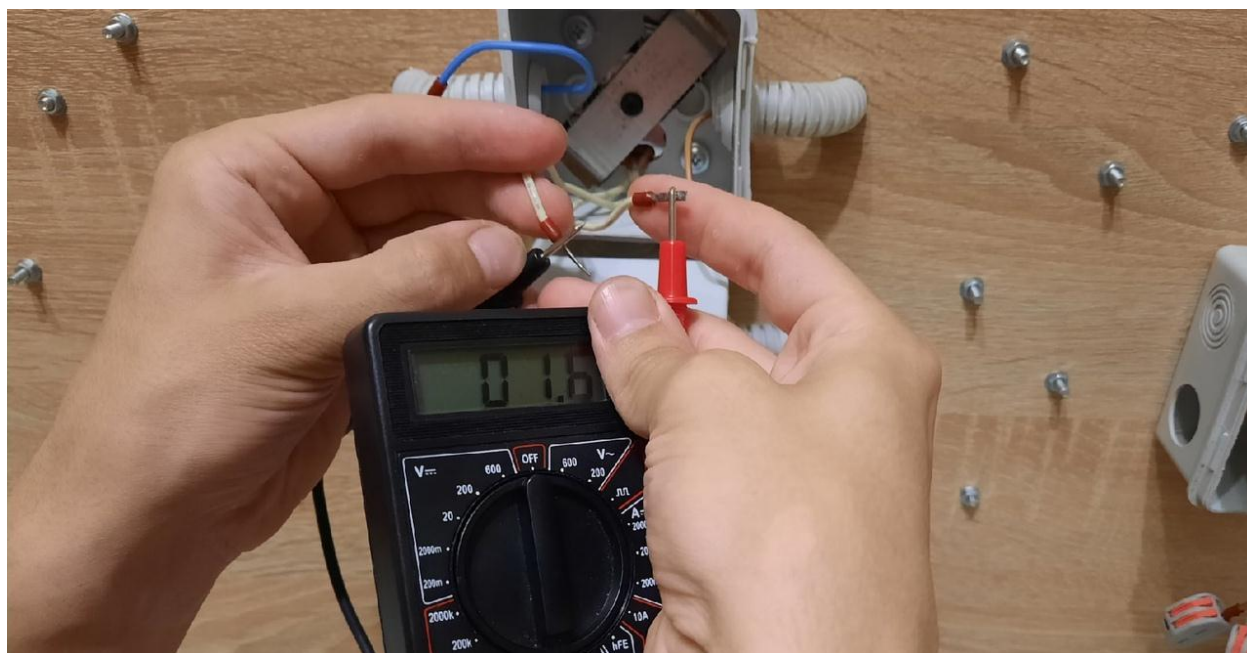

Рисунок 3. Измерение показаний мультиметром.
2. Проверьте, что макет обесточен. С помощью мультиметра измерьте сопротивление на концах каждой лампы (рисунок 3). Показания первой и второй лампы запишите в таблицу 7.